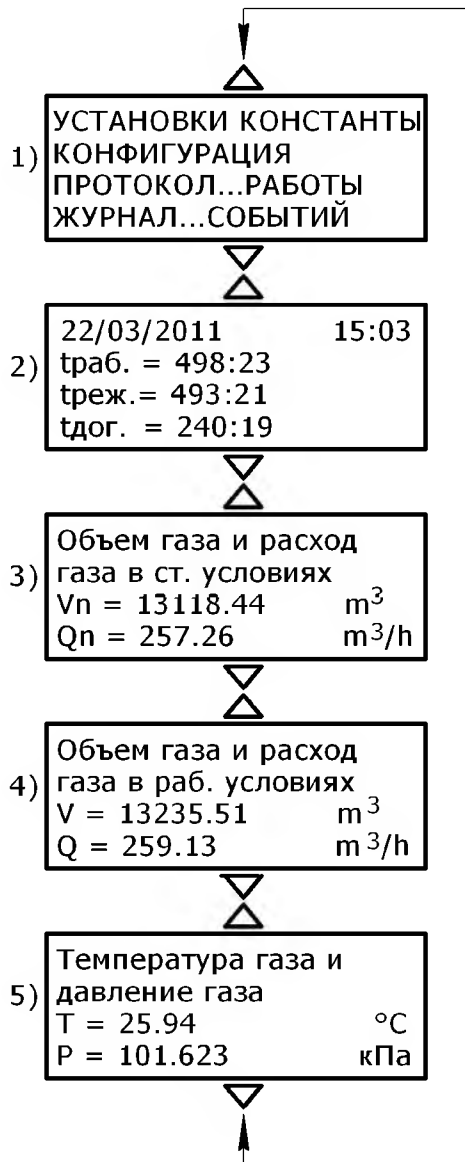

Рисунок 1
Вся информация о работе вычислителя организована в виде системы сообщений и меню, отображаемых на дисплее вычислителя. Просмотр сообщений осуществляется клавишами «▲» (вверх) и «▼» (вниз), для входа в меню используется клавиша «Е» (вход). Клавиша «R» (возврат) используется для выхода из меню, а также для перехода к индикации текущей даты и времени (поз. 2 рисунок 1).
Все сообщения (рисунок 1) состоят из пяти основных частей:
- меню (поз. 1 рисунок 1);
- текущая дата и время работы счётчика (поз. 2 рисунок 1);
- накопленный объем газа за текущий отчетный период и расход газа в СУ (поз. 3 рисунок 1);
- накопленный объем газа за текущий отчетный период и расход газа в рабочих условиях (поз. 4 рисунок 1);
- текущие давление и температура газа в газопроводе (поз. 5 рисунок 1).
Текущая дата и время (поз. 2 рисунок 1) являются первым сообщением, которое появляется на дисплее после тестирования вычислителя при включении питания. Данное сообщение можно получить последовательным нажатием клавиши «**R**», находясь в любом меню и при индикации любого сообщения.
Объем газа в СУ (поз. 3 рисунок 1) индицируется с начала отчетного периода. Объем и расход газа, приведенные к СУ, индицируются с символом «n (V_n , Q_n)».
Объем газа в рабочих условиях (поз.4 рисунок 1) индицируется с начала отчетного периода. По достижении даты отчетного периода накопленный объем газа записывается в месячный архив, а индицируемое на дисплее значение объема обнуляется. Дату отчетного периода можно изменить в меню «УСТАНОВКИ».
Расход газа в рабочих условиях (поз. 4 рисунок 1) индицируется по данным датчика расхода. При выходе расхода газа за пределы Q_{min} , Q_{max} значение расхода будет индицироваться в мигающем режиме и будет установлен признак аварийной ситуации в журнале событий («нарушение диапазона расхода газа Q ») (см. 2.3.5).
Температура газа (поз. 5 рисунок 1) индицируется по данным датчика температуры. При выходе температуры газа за пределы T_{min} , T_{max} значение температуры будет индицироваться в мигающем режиме и будет установлен признак аварийной ситуации в журнале событий «нарушение температурного диапазона T » (см. 2.3.5).
Давление газа (поз. 5 рисунок 1) индицируется по данным датчика давления. При выходе давления газа за пределы P_{min} , P_{max} значение давления будет индицироваться в мигающем режиме и будет установлен признак аварийной ситуации в журнале событий «нарушение диапазона давления P » (см. 2.3.5).
Управление сервисными функциями осуществляется с помощью системы меню: «УСТАНОВКИ», «КОНСТАНТЫ», «ПРОТОКОЛ РАБОТЫ», «ЖУРНАЛ СОБЫТИЙ» (поз.1 рисунок 1).